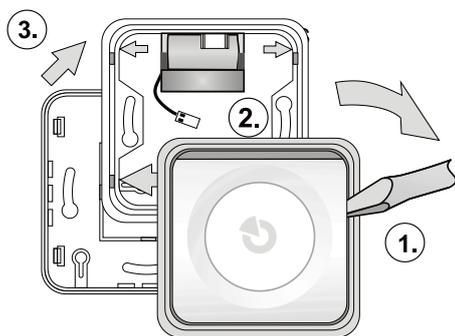

Figura 1: Smontaggio della sirena prima dell'installazione
1. Rimuovere il corpo (pulsanti) della sirena dal telaio in plastica esercitando pressione su uno dei lati del corpo (1.) mediante un cacciavite come illustrato nella figura 1.
4. Applicare la base in plastica nel punto selezionato mediante delle viti. Se la sirena ha una batteria, collocarla al di sotto del lato superiore della base in plastica, come illustrato nella figura 1.